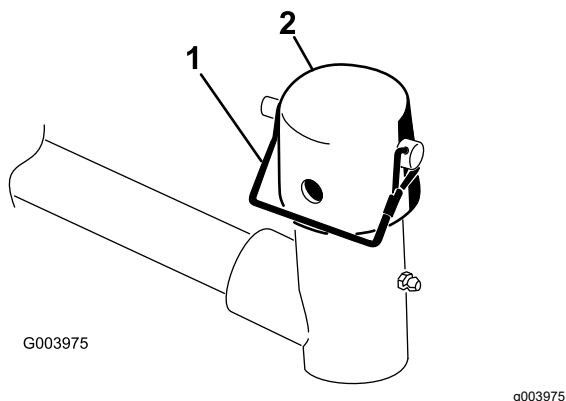

Рисунок 6
8. Снимите стопорный штифт и крышку с вилки шарнира подъемного рычага (Рисунок 6).